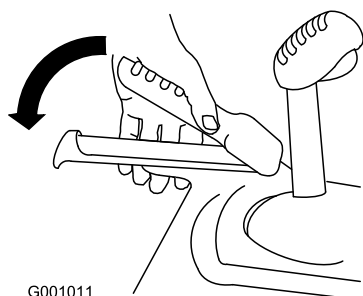

Figure 36
2. Engagez le levier de commande de déplacement et maintenez-le en place (Figure 36).